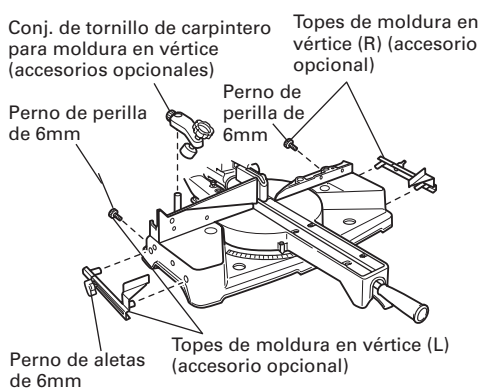

Fig. 46-a
- (1) Las topos de moldura en vértice (L) y (R) (accesorios opcionales) permiten facilitar los cortes de la moldura en vértice, sin inclinar la hoja de sierra. Instálaslas en ambos lados de la base, tal como se muestra en la Fig. 46-a. Después de la inserción, apriete el perno de perilla de 6mm para asegurar los topos de moldura en vértice.